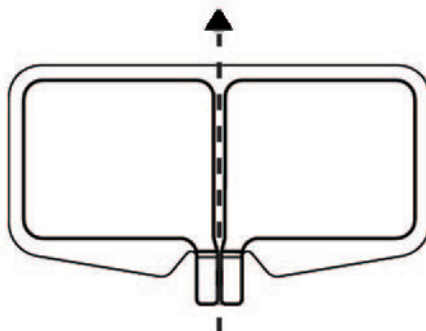

Рис. 4-15
- Ось симметрии нейтрального электрода должна быть направлена к операционному полю. Ток должен течь от активного электрода (инструмента) по оси симметрии нейтрального электрода (Рис. 4-15).